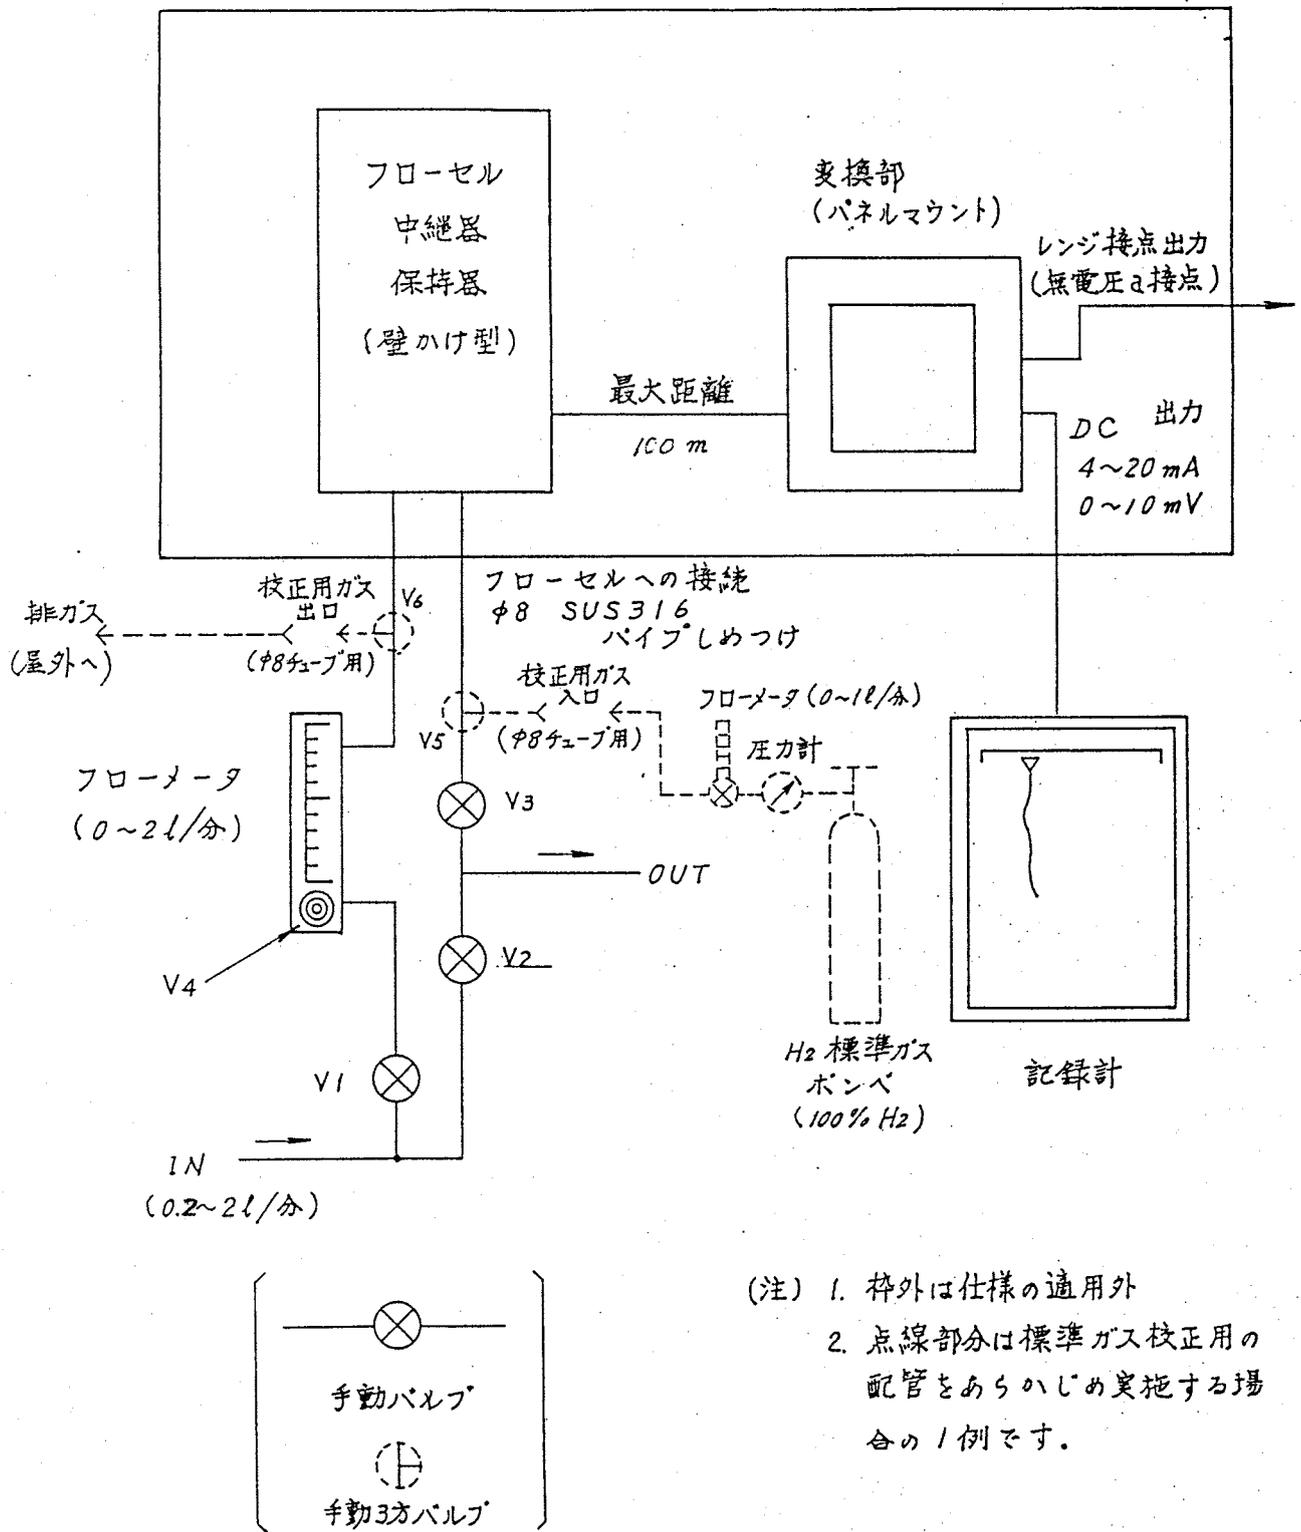

図4.4 装置構成図
- 1) 図4.4 装置構成図に従って配管します。
本装置の構成の概要は図4.4に示す通りです。
- 3) 最初に図4.4 の手動バルブ  $V_1$ ・ $V_3$  を閉じ、 $V_2$  を開いてしばらく通水します。
注 電極を電極保持器からとり出す際、図4.4のOUT側の手動バルブV3をわざわざ開けて操作しますと電極は簡単にとり出せます。
(注) 水素ガス校正①②は図4.4において点線で示した校正用ガス入口、出口の配管が実施されている場合に可能です。この配管のない場合は、次に示す(4)ガス校正セルによる水素ガス校正③によって校正して下さい。
(4) ガス校正セルによる水素ガス校正③